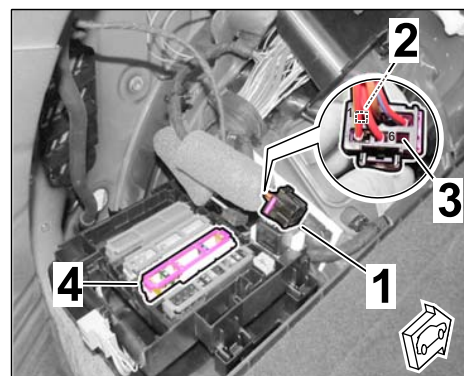

Рис. 9
- 2.3 Проверить раскладку контактов разъема В со стороны автомобиля (6-контактный; автокомплект тягово-сцепного устройства $\Rightarrow$ Рис. 9)